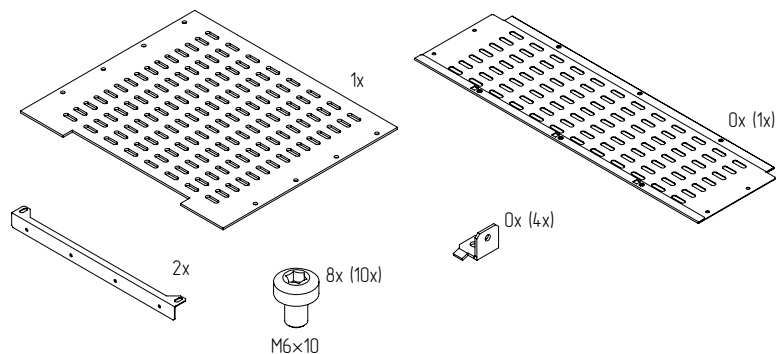

Рисунок 71
4.24.2 Проверить комплектность (рисунок 71).